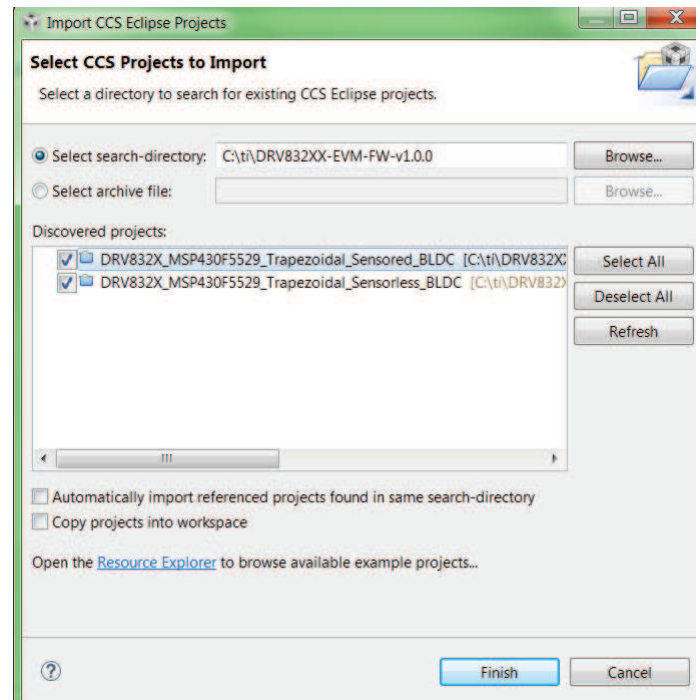

図 24. 既存のプロジェクトの選択
Step 5. インポートのオプションを示す新しいウィンドウが表示されたら、*Browse...* ボタンをクリックし、提供されているプロジェクトをフォルダ・ブラウザで選択します。これらのプロジェクトは、SDKのインストール・ディレクトリに格納されています。例えば、C:\ti\DRV832XX-V1.0などです (図 24を参照)。提供されているプロジェクトを選択すると、*Discovered Projects*の一覧にプロジェクトが表示されます。
Step 6. 正しいチェックボックスが選択されていることを確認し、*Finish* ボタンをクリックします (図 24を参照)。